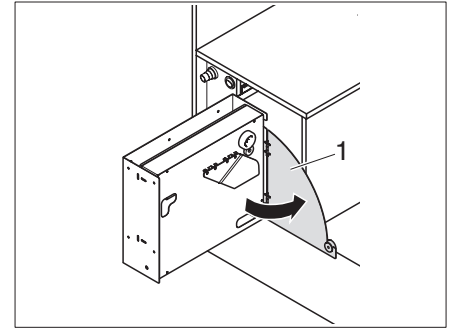

Bild 75 Sidoväggen vrids
- ▶ Sidoväggen (Bild 75,1) vrids.